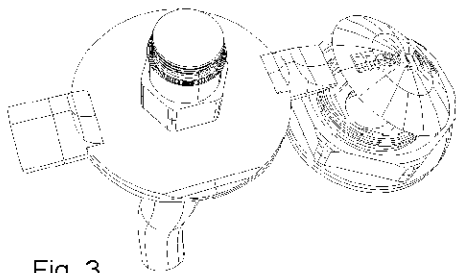

Fig. 3
- Fig3 – Retirar a tampa de protecção da válvula de esvaziamento, recorrendo à ponta do desaparafusador da chave.